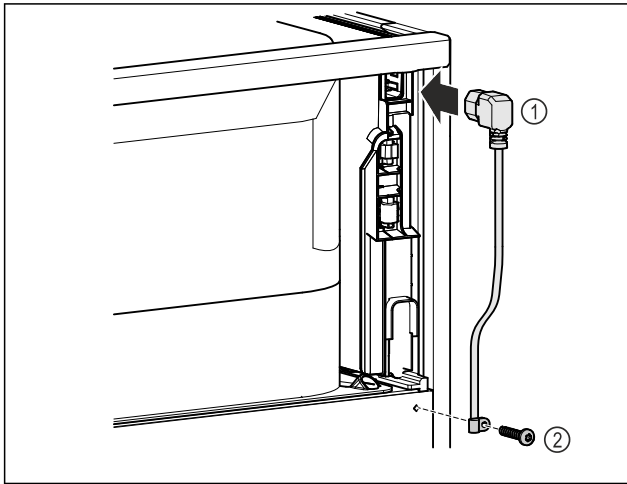

Fig. 9
- Kytke verkkoakaapelin IEC-liitäntä Fig. 9 (1) laitteen takasivulla olevaan pistokkeeseen.
- Kiinnitä kiinnike. Fig. 9 (2)